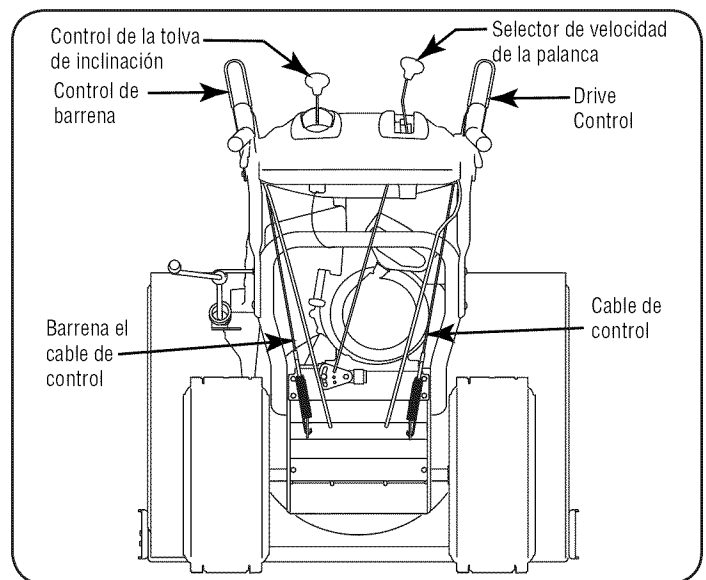

Figura 12
1. Cuando la barrena se suelta el control y en la desembargado "hasta" la posición, el cable debe tener muy poca holgura. No debe ser firme. Consulte la Figura 12.
- Con el motor apagado, mover la palanca del selector de velocidad en sexta (6) posición. Consulte la Figura 12.